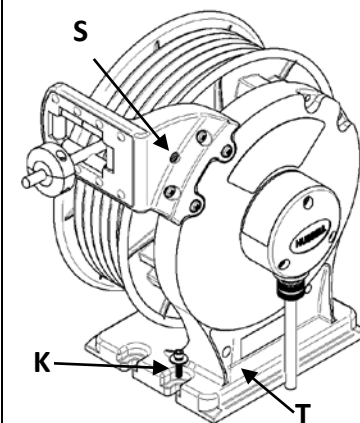

FIG. 3
CAUTION: If mounting overhead, recommend a safety chain (not included) between reel base through the hole "T" (Fig. 3) and ceiling surface to prevent accidental reel drop.
► Option 1. Position reel on floor, wall or ceiling. Secure into place by using four bolts "K" (customer supplied, 1/4 bolt recommended). (Fig. 3)
Loosen screw "S" (Fig. 3) to remove the Pawl to disengage the Ratchet Lock.
Desserrer la vis "S" (Fig. 3) pour retirer la languette et désengager le verrou du cliquet.
► Opción 1. Coloque el carrete en el piso, la pared o el techo. Asegúrelo en su lugar usando cuatro pernos "K" (suministrados por el cliente, se recomienda perno de ¼"). (Fig. 3)
Afloje el tornillo "S" (Fig. 3) para retirar la guía para desenganchar el bloqueo del trinquete.